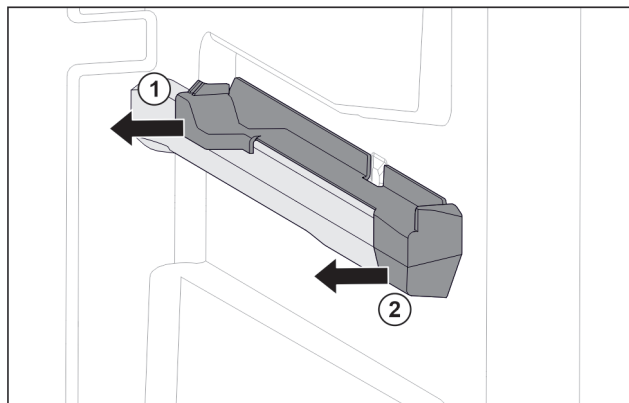

Fig. 93 Element nasadzany na prawym żebrze pojemnika
- Odciągnąć element nasadzany z tyłu w bok. Fig. 93 (1)
- Odciągnąć element nasadzany z przodu w bok. Fig. 93 (2)